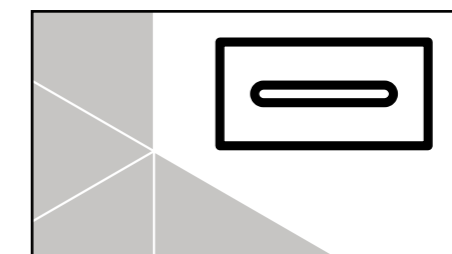

Fig. 5
- En cas d'utilisation partielle des StoEcoShapes en combinaison avec du crépi, il faut veiller à ce que la texture de crépi choisie (par ex. StoSignature : Texture, Standard K ; Stolit® K 1,5) permette une bonne mise en œuvre dans la zone des arêtes ou des raccords des éléments (angles, coins). Choisir la forme des éléments en conséquence ! Le cas échéant, adapter la teinte du mortier de collage et de jointolement à la teinte de l'enduit de finition (cf. fig. 5).